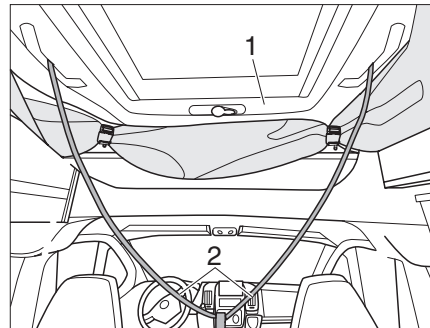

Bild 58 Aufstelldach schließen
Das Aufstelldach (Bild 58,1) wird von den Gasfedern nach oben gedrückt.
- ▶ Aufstelldach an den Hilfgurten (Bild 58,2) halten und gegen den Druck der Gasfedern kontrolliert nach oben bewegen.
- ▶ Aufstelldach (Bild 58,1) mit den an beiden Griffen befestigten Hilfgurten (Bild 58,2) nach unten ziehen, bis das Aufstelldach selbstständig stehen bleibt.